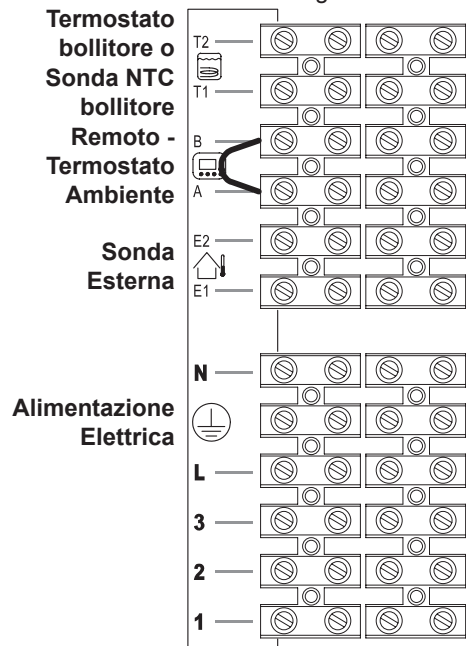

Figura 5.37
- Collegare ai morsetti **T1** e **T2** della morsettiera in Figura 5.37.
Per il collegamento della sonda esterna servirsi dei morsetti indicati in Figura 5.37.
Per il collegamento del remoto servirsi dei morsetti indicati in Figura 5.37.
va tolto Figura 5.37.